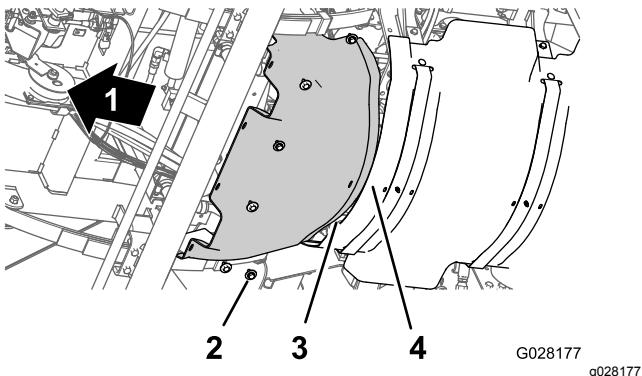

Figure 67
1. Alignez la bride arrière de l'écran pare-chaleur avant et la bride avant de l'écran pare-chaleur arrière (Figure 67).
2. Alignez les trous de l'écran pare-chaleur avant et les trous filetés du châssis (Figure 67).
3. Montez l'écran pare-chaleur avant sur la machine au moyen des 6 boulons à tête hexagonale et des 6 rondelles (Figure 67) retirés à l'opération 3 de Dépose de l'écran pare-chaleur avant \(page 4\).